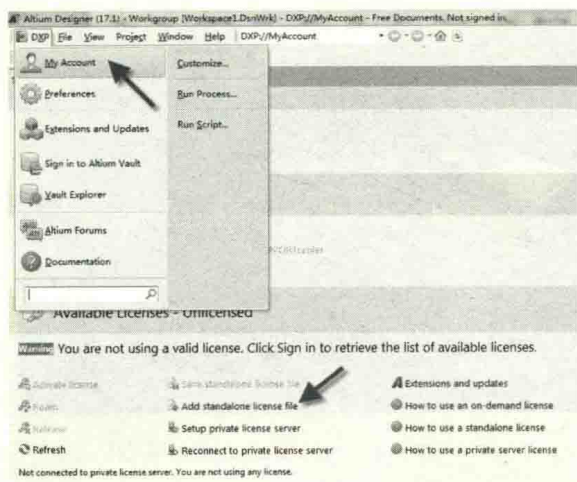

图 1-6 账户窗口界面
(1) 启动 Altium Designer 软件，只有添加 Altium 官方授权的 License 文件之后功能才会被激活使用。在左上角执行菜单命令“DXP-My Account”，出现如图 1-6 所示的账户窗口界面。